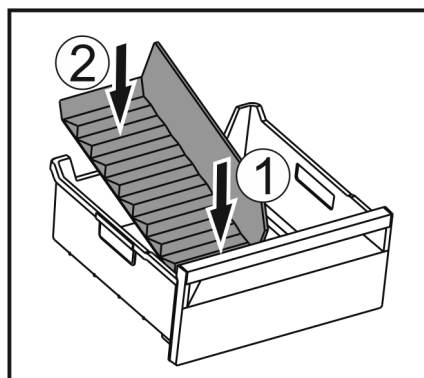

Fig. 179
- Установите переднюю часть разделителя отделения для льда. Fig. 179 (1)
- Опустите заднюю часть разделителя отделения для льда на дно выдвижного ящика. Fig. 179 (2)